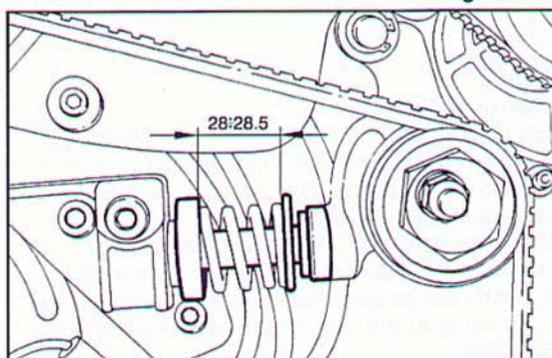

Fig. 297 ▼
- verificare la tensione della cinghia di distribuzione, che risulta corretta quando, con cilindro n° 1 al PMS, la distanza fra il piattello di battuta della molla e il piano di riscontro del puntale è pari a  $28 \pm 28,5$  mm (Fig. 297).
- check tension of the timing belt, which is correct when, with cylinder no. 1 at TDC, the distance between abutment plate of the spring and the rod surface plate is  $28 - 28.5$  mm (Fig. 297).